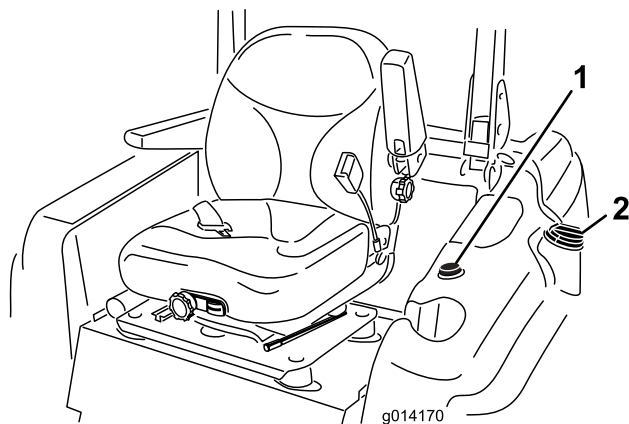

Figura 9
3. Limpe a zona em redor da tampa do depósito de combustível e retire a tampa (Figura 9).